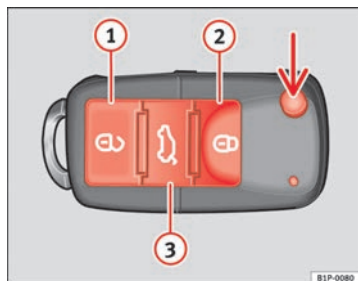

Abb. 63 Tastenbelegung
Mit der Taste ⇒ Abb. 63 (Pfeil) der Fernbedienung wird der Schlüsselbart ausgeklappt.
Fahrzeug entriegeln ⇒ Abb. 63 ①. Die Türen und die Heckklappe werden entriegelt.
Fahrzeug verriegeln ⇒ Abb. 63 ②.
Heckklappe entriegeln. Drücken Sie die Taste ⇒ Abb. 63 ③, bis alle Blinkleuchten am Fahrzeug kurz aufleuchten. Nach Drücken der Entriegelungstaste ③ können Sie die Heckklappe innerhalb von 2 Minuten öffnen. Nach Ablauf dieser Zeit wird die Heckklappe wieder verriegelt.
Zudem blinkt die Batterie-Kontrollleuchte des Schlüssels ⇒ Abb. 63 auf.
- Betätigen Sie die Taste  ⇒ Seite 105, Abb. 63 an der Funk-Fernbedienung.